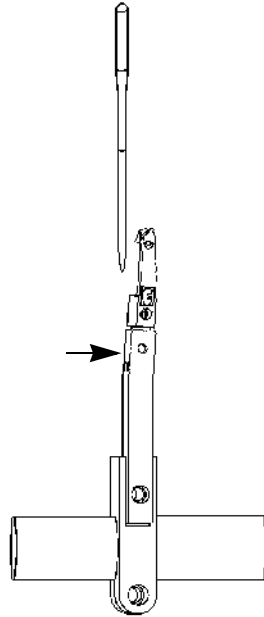

Figura 9.18 Testando Pré-Carga
- 4 Teste a pressão de pré-carga correta. Para fazer isso, pressione a lançadeira longe da agulha criando um ligeiro espaço entre a agulha e a lançadeira. Isto é chamado de deflexão. (Figura 9.18)